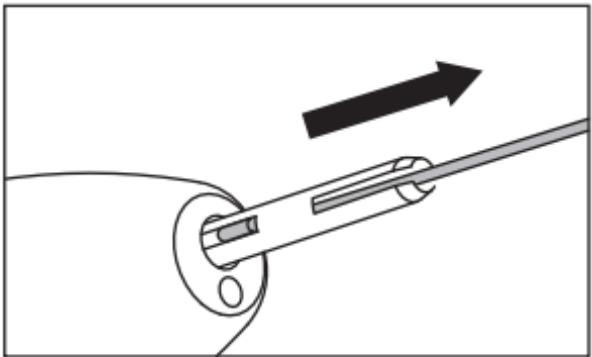

Abb. 3
- 2) Führen Sie den mitgelieferten Stift zur Entfernung des Bohrstopps in die Spannvorrichtung. Ziehen Sie den Bohrstopp heraus, indem Sie in dessen chlitz einhaken. (Abb. 3)